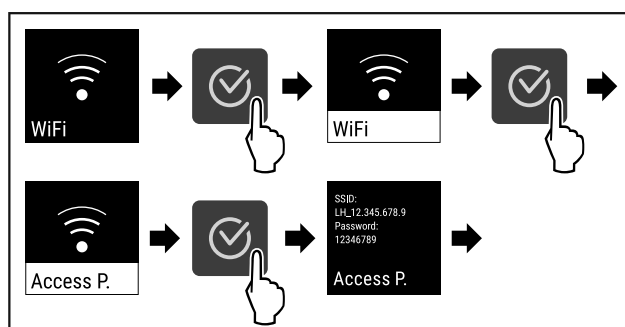

Fig. 84
- ▶ Handlungsschritte (siehe Fig. 84) durchführen.